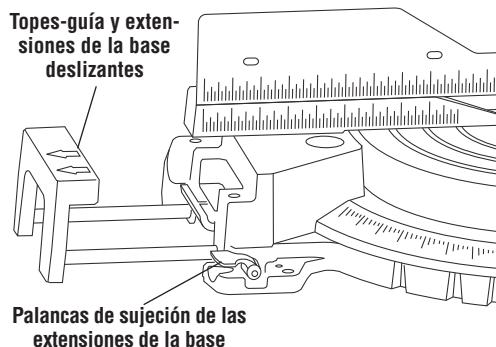

Figura 29. Topes-guía y extensiones de la base deslizantes
- Afloje las palancas de sujeción de las extensiones de la base (Figura 29).